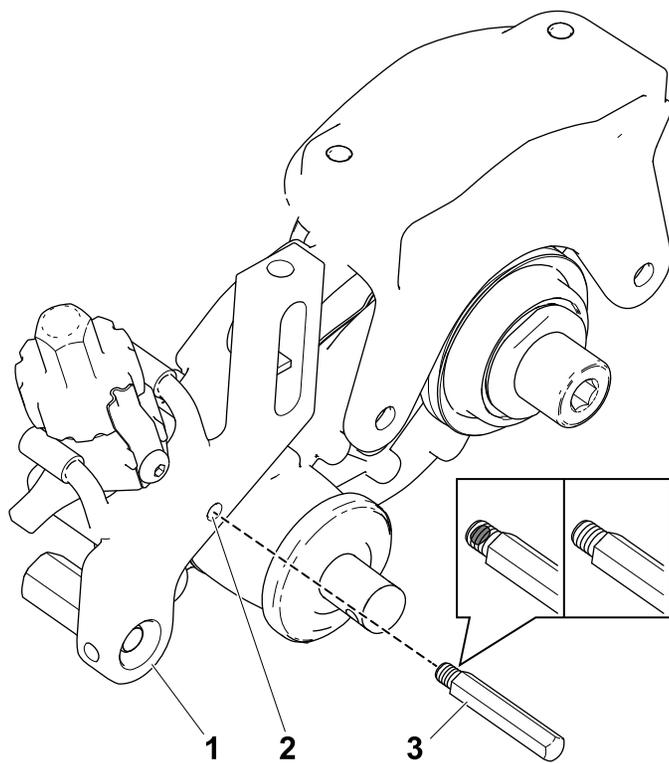

Figure 20
2. Fixez la goupille du groomer au bras de hauteur de coupe (Figure 20).